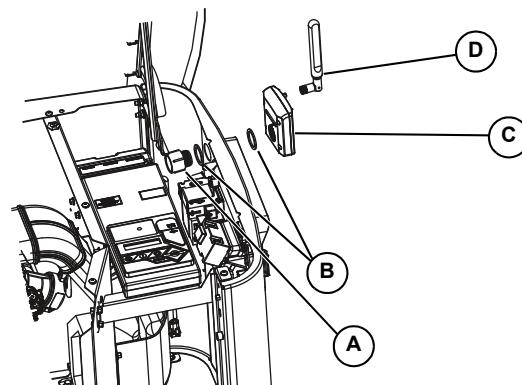

Figure 3-2.
10. Passez le connecteur à six broches par le raccord en plastique et un joint vert. Voir les parties A et B de la Figure 3-2.
13. Vissez l'antenne (D) dans l'appareil Mobile Link (C). Faites-la tourner dans le sens des aiguilles d'une montre jusqu'à ce qu'elle soit serrée. Placez l'antenne de façon à ce qu'elle pointe vers le haut.